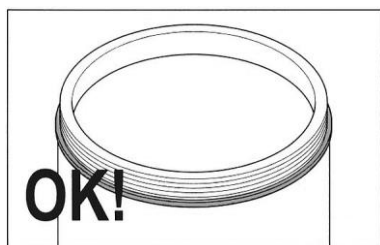

Рис. 31
1. На рис. 31 показана правильно установленное уплотнение; оно равномерно распределяется по всему краю резервуара.